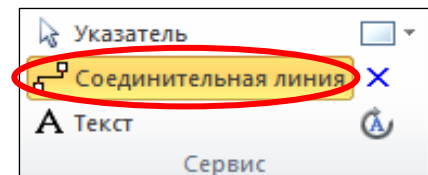

Рис. 2.32. Інструмент *Соединительная линия*
- Перетягніть на аркуш ще декілька майстер-шейпів *Раздел*. З'єднайте деякі (будь-які) фігури за допомогою інструменту  *Соединительная линия* (рис. 2.32) на вкладці стрічки *Главная*: проведіть мишею цим інструментом від однієї фігури до іншої, добиваючись «почервоніння» маркерів, що поєднуються, або фігур. Потім знову виберіть для роботи інструмент  *Указатель*.